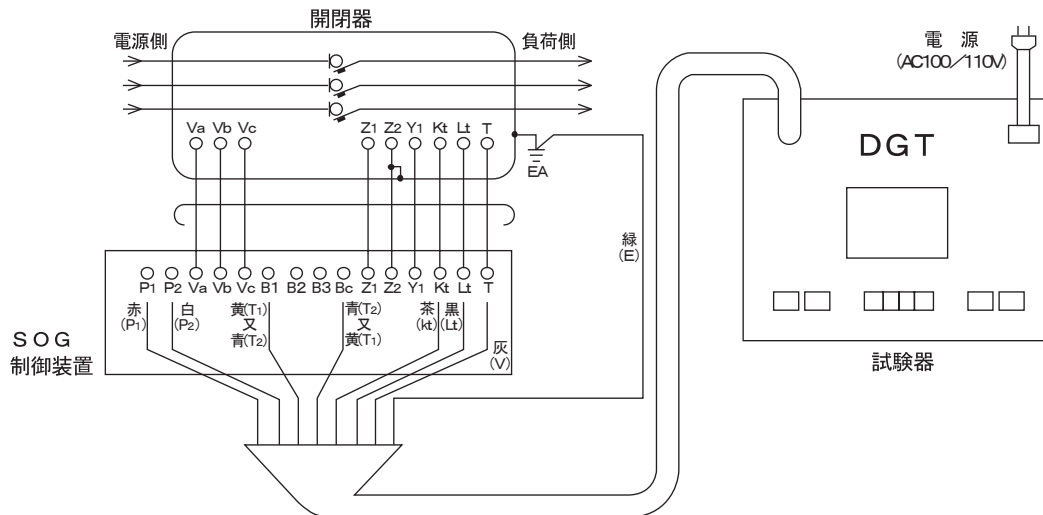

図 15 戸上電機製作所製 (DGT) によるテスト回路の一例
- ③ 図15、16、17の試験回路はSOG制御装置だけの地絡動作時間測定となります。
- ④ 動作試験については開閉器が投入された状態でも可能ですが、開閉器をトリップさせない時は制御線Va、Vb、VcをSOG制御装置の端子台から外してください。